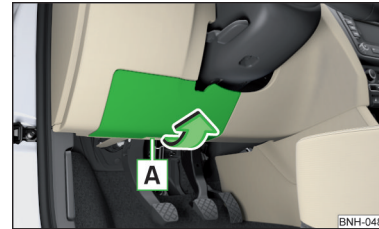

Abb. 263
- Die Abdeckung des Sicherungskastens in Pfeilrichtung abnehmen » Abb. 263.